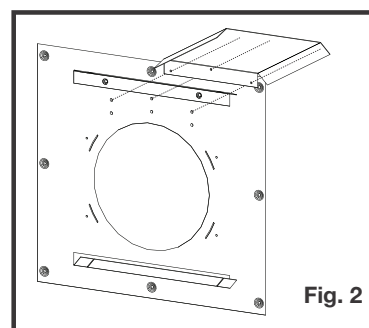

Fig. 2
2. Installez un écran protecteur sur le dessus d'une côté de l'espaceur coupe-feu (**Figure 2**).